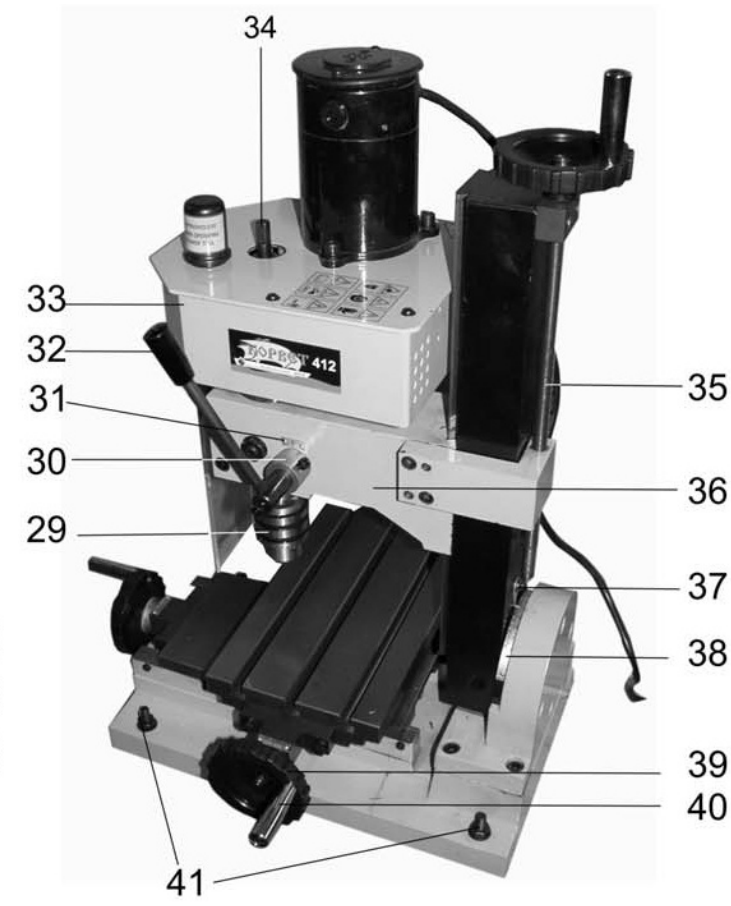

Рис. 3
10.1.5. Проверьте надёжность крепления сверлильного патрона (29) (цангового патрона, фрезы (см. п. 11.1.)), Рис. 3, 7.